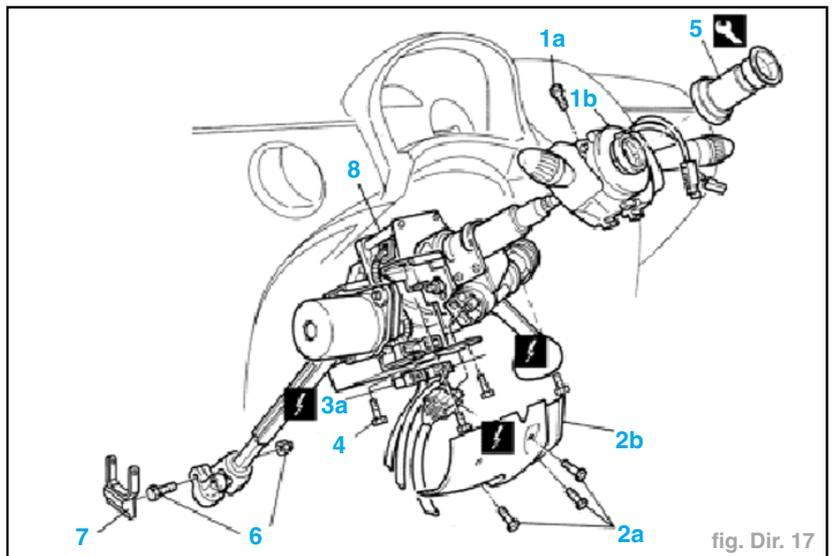

fig. Dir. 17
- Dévisser les vis de fixation (2a) et enlever la protection du moteur électrique (2b) (fig. Dir. 17).
- Débrancher les connexions électriques (3a), (3b) de la centrale de conduite électrique et la connexion (3c) du contacteur à clé (fig. Dir. 17).